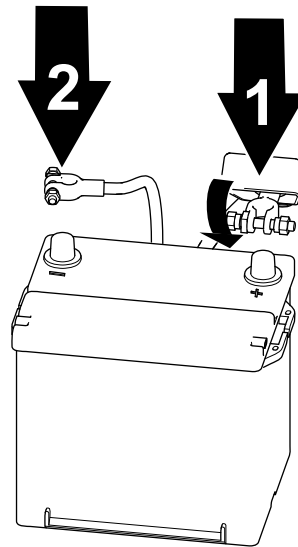

Bild 64
2. Heben Sie die Isolierung an und ziehen Sie das Pluskabel des Akkus vom Akkupol ab (Bild 64).
1. Schließen Sie das Pluskabel des Akkus an und ziehen Sie die Mutter der Akkuklemme an (Bild 64).
2. Schließen Sie das Minuskabel des Akkus an und ziehen Sie die Mutter der Akkuklemme an (Bild 64).